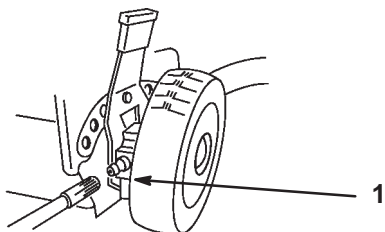

Abbildung 24
1. Die Schmiernippel an den Hinterrad-Höheneinstellhebeln mit einem sauberen Lappen abwischen (Abb. 24).